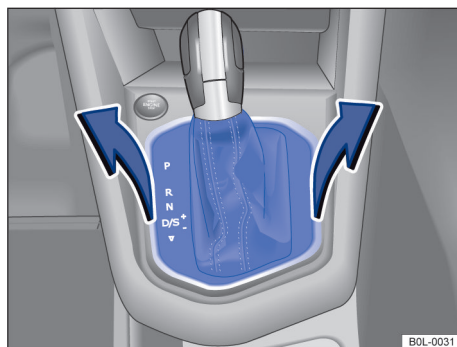

图 86 拆卸换挡槽的盖板
- 将变速杆防尘罩周围的换挡槽盖板及其上连接的导线小心上拉 → 图 86。
- 用螺丝刀工具头插入解锁装置槽口，沿箭头方向略微下压解锁装置 → 图 86；